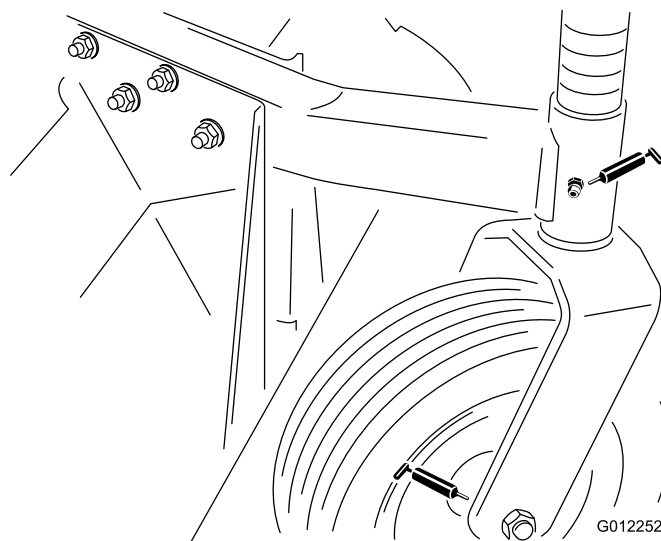
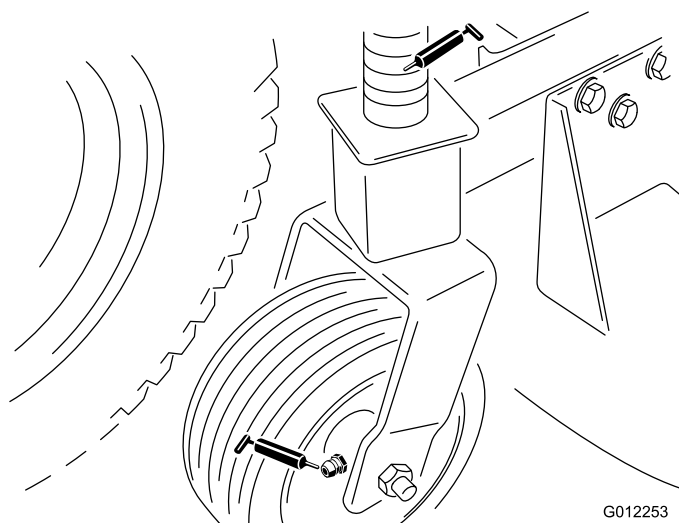

Figure 15
Figure 16
- Bagues de pivots de roues pivotantes avant (Figure 15)
- Roulements de roues pivotantes (Figure 15) & (Figure 16)
N° 2 au lithium ou de graisse au molybdène toutes les 50 heures (Figure 16).